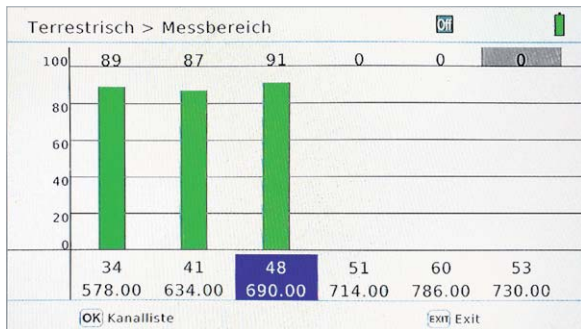

Bild 25: In diesem Screen werden sechs zuvor ausgewählte Kanäle zyklisch gescannt. So hat man einen schnellen Überblick über deren lokale Präsenz.
**Scope.** Dieses Icon öffnet den Screen „Terrestrisch > Messbereich“, in dem sechs frei wählbare Kanäle zyklisch angewählt werden. Ihre jeweilige Signalstärke wird über die Länge eines grünen Balkens visualisiert. Mit den im vorhergehenden Abschnitt genannten Kanälen ergibt sich Bild 25.